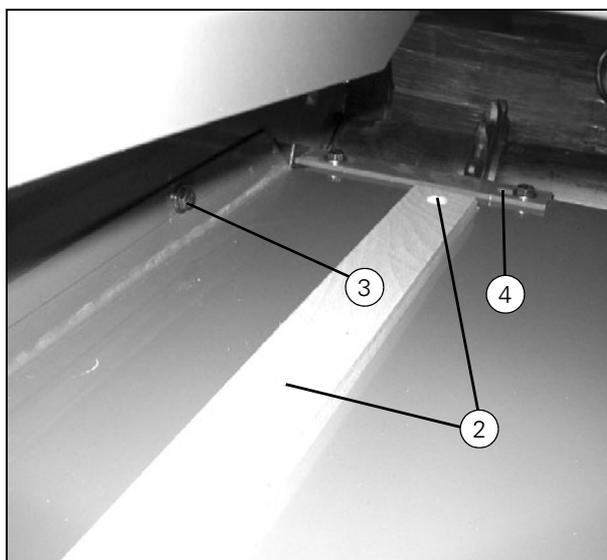

Рисунок 17
Вытащите пластину через передний проем элеватора. Рекомендуется положить деревянный брус на верхнюю часть вала так, чтобы поперечины промежуточной пластины при ее снятии опирались на данный брус (Рис. 17).
**Примечание:** После снятия пластины отрегулируйте положение крышек (4) (Рис. 17) так, чтобы они располагались непосредственно на краях.
7. Снимите кожух (4) (Рис. 17) .
- Отрегулируйте положение крышек (4) (Рис. 17), так чтобы они располагались непосредственно на краях.